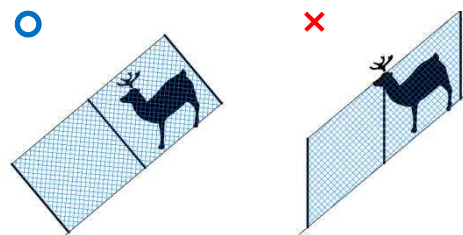

図 1.2 シカ等とネットの角度
- ・支柱は、地面に対して垂直に立て (図 1.2)、打込み器で打ち込み、地上高を 2m 以上で確保し、支柱の間隔はおおむね 3m とする。